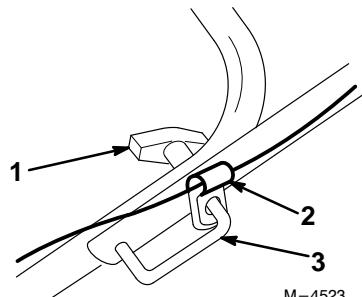

Figure 6
2. Desserrer les boutons et tirer les tiges en U vers l'extérieur jusqu'à ce que le mancheron supérieur puisse pivoter librement (Fig. 6).
Remarque : S'assurer que le guide-câble est dans la position illustrée à la figure 6.